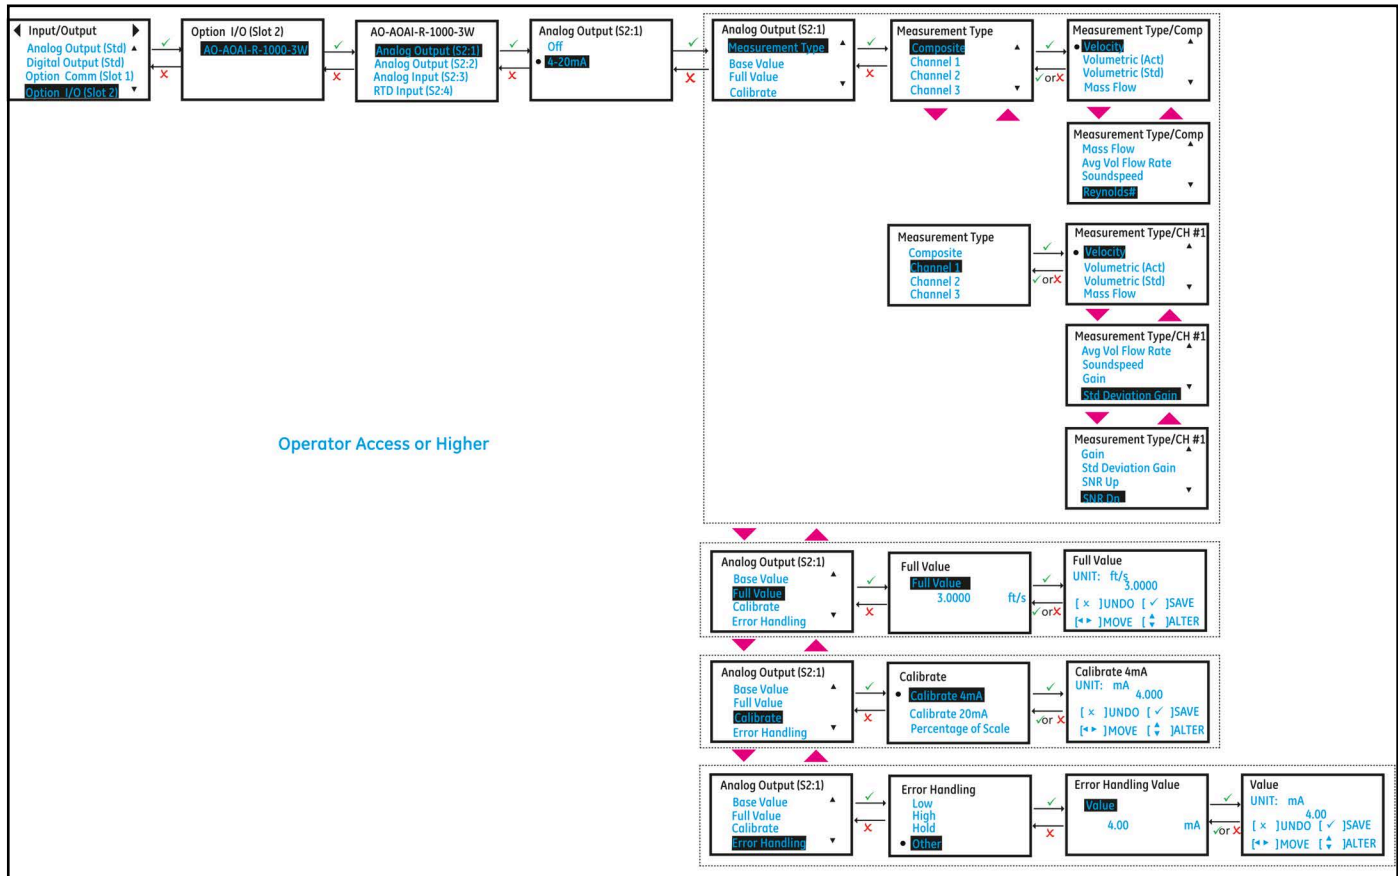

Figura 37: Configuración de E/S opcionales Salida analógica
4. Si va a conectar una salida analógica, elija la opción 4-20mA. *Figura 37* muestra las opciones disponibles.